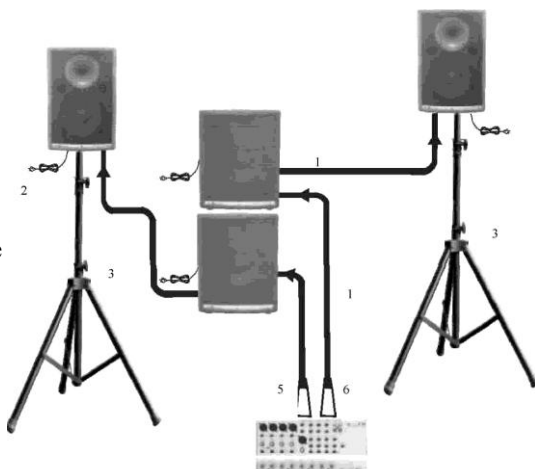

Рис. 4
5. После пользования, сначала выключите активные колонки, а затем микшер (рис. 4).
Пояснения к рис.4: